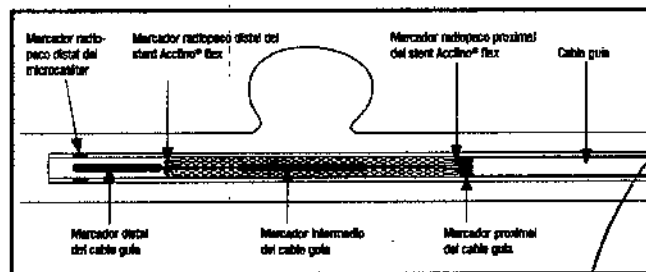

Figura 2. Colocación del stent en el microcatéter
- Coloque el stent de tal forma que la punta del marcador distal del cable guía se solape con el marcador radiopaco distal del microcatéter y el marcador intermedio del cable guía quede centrado bajo el cuello del aneurisma (véase la figura 2).